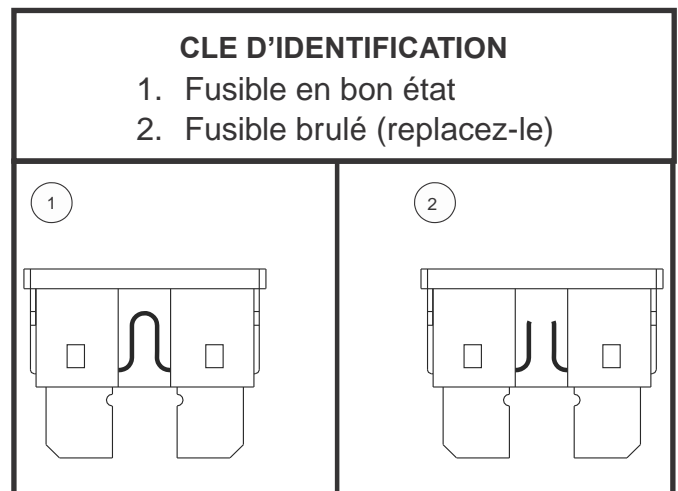

Figure 3. Le remplacement des fusibles
2. Examinez-le pour vérifier s'il est brûlé. **Voir la figure 3.**